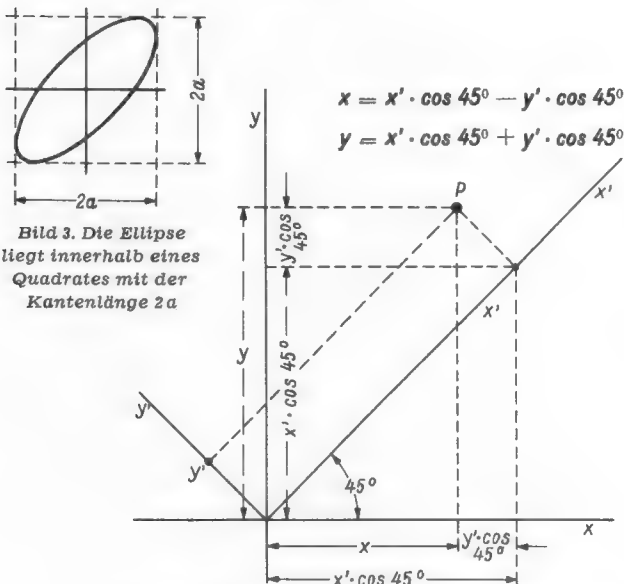

Bild 4. Betrachtung der Ellipse in einem um 45° gedrehten Koordinatensystem
Die Gleichung 5 kann man dadurch erhalten, daß man das Koordinaten-System um 45° verdreht (Bild 4). Es fallen dann die neuen Achsen (x' und y') mit den Achsen der Ellipse zusammen; denn die Symmetrielinien dieser Ellipse sind um 45° gegen das normale Achsenkreuz (x und y) versetzt.
war die Gleichung (2) der Ellipse. Aus Bild 4 geht hervor: Die Koordinaten des Punktes P sind x, y . Drückt man diese Koordinaten durch die neuen, um 45° gedrehten Koordinaten x', y' aus, so erhält man: